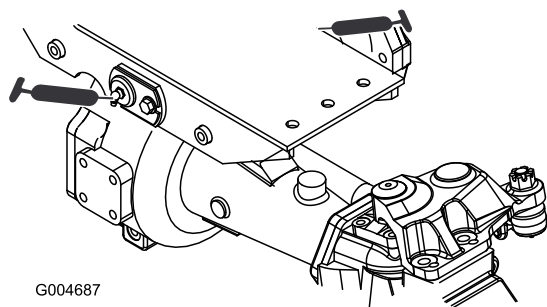

Figura 41
- Dois casquilhos da articulação do eixo traseiro e frontal (Figura 41)